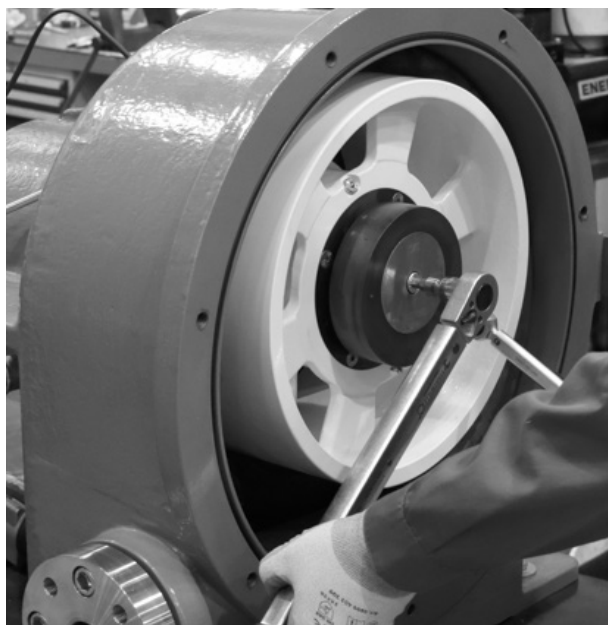

Figura 23.
6. Sujete la llave dinamométrica y bloquee la cubierta de cierre con su perno de fijación (consulte la *Figura 23*.). Utilice la llave dinamométrica de acuerdo con los valores indicados en el Apéndice A, "Pares de apriete para bombas LPP-T".